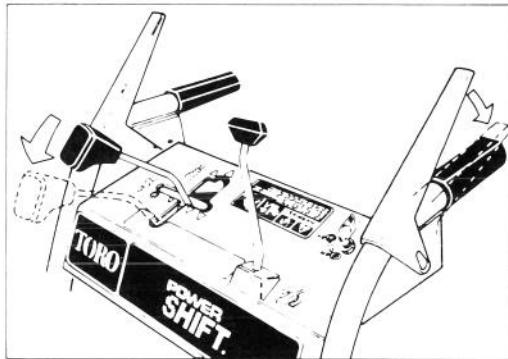

Abbildung 11
2. Um die Räder in die Vorderstellung oder Rückwärtsstellung zu bringen, die Schaltstange komplett nach vorn in die Power Shift-Stellung bringen und halten (Abb. 11).
3. Den Antriebshebel voll einrasten, um die Räder in die Power Shift-Stellung zu bringen (Abb. 11 und 12).